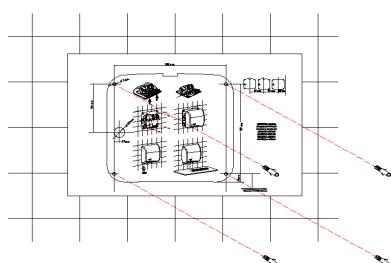

Рисунок 6
**1. ПРОСВЕРЛИТЬ 4 ОТВЕРСТИЯ СВЕРЛОМ Ш 8 ММ (Ш 0,31"), ИСПОЛЬЗУЯ ПРИЛАГАЕМЫЙ В КОМПЛЕКТЕ ПОСТАВКИ ШАБЛОН. ОЧИСТИТЬ ОТВЕРСТИЯ ОТ ПЫЛИ. ВСТАВИТЬ В ОТВЕРСТИЯ ПОСТАВЛЯЕМЫЕ ВМЕСТЕ С СУШИЛКОЙ 4 ДЮБЕЛЯ И ЗАГНАТЬ ИХ ДО УПОРА (СМОТРИТЕ РИС. 6).**